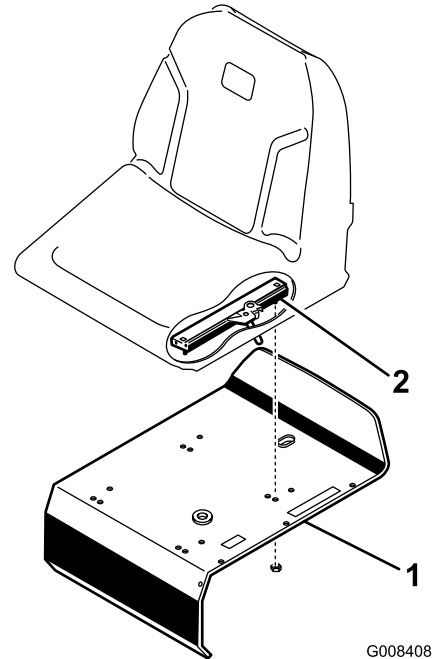

Bild 3
- Befestigen Sie die Sitzführungen mit den Sicherungsmuttern (5/16"), die den losen Teilen beiliegen, an der Sitzstütze (Bild 3).